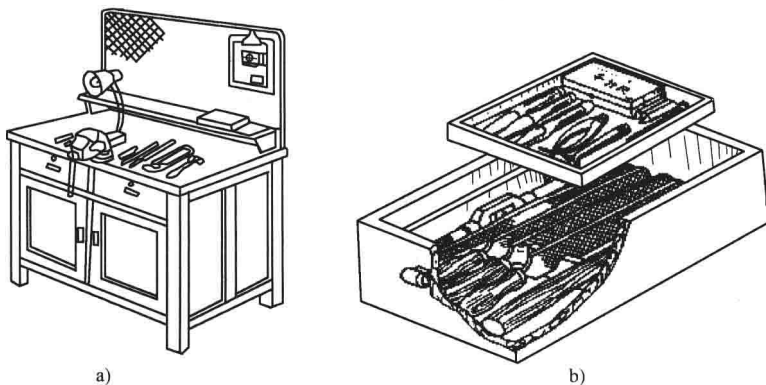

图 1-3 工、量具的摆放
3) 工、量具的摆放应按下列要求布置，如图 1-3 所示。
① 在钳工工作台上工作时，为了取用方便，右手取用的工、量具放在右边，左手取用的工、量具放在左边，各自排列整齐，且不能让工、量具伸出钳工工作台边缘，以免其被碰落损坏或砸伤人脚。
② 量具不能与工具或工件混放在一起，应放在量具盒内或专用格架上。